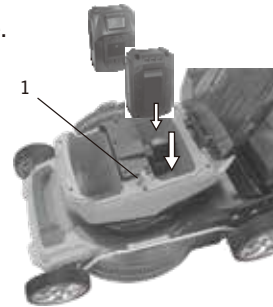

FIG. 8
2. Débranchez la clé de sécurité (1) (fig. 8).
3. Retirez la batterie déchargée en appuyant vers le bas sur le bouton de dégagement de la batterie et en faisant glisser la batterie vers l'arrière jusqu'à ce qu'elle soit dégagée du compartiment de la batterie (fig. 8).